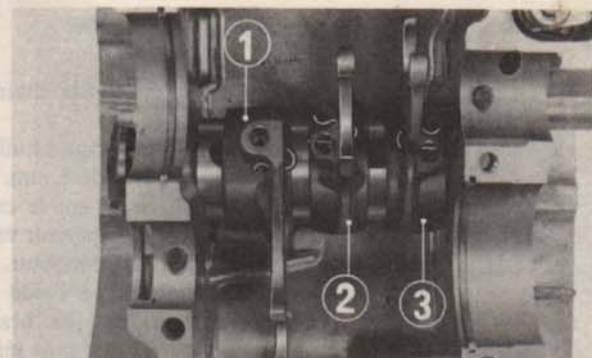

Fig. 3-60 (1) Fourchette de pignon droit
2. Engager correctement les brides de fixation des boulons de guidage de fourchette. Pour ce faire, se reporter à la Fig. 3-60.